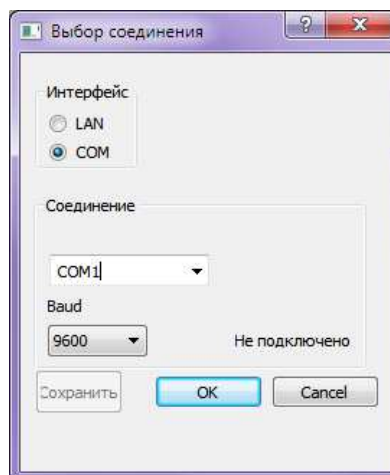

Рисунок 10
На экране ПЭВМ появится окно «Выбор соединения» (рисунок 10).
3.2.2 В поле «Интерфейс» отметьте «COM», в поле «Соединение» из выпадающих списков выберите COM-порт, к которому подключено УС-ППК (рисунки 1, 4) и скорость «9600» (рисунок 10). Нажмите кнопку «ОК».